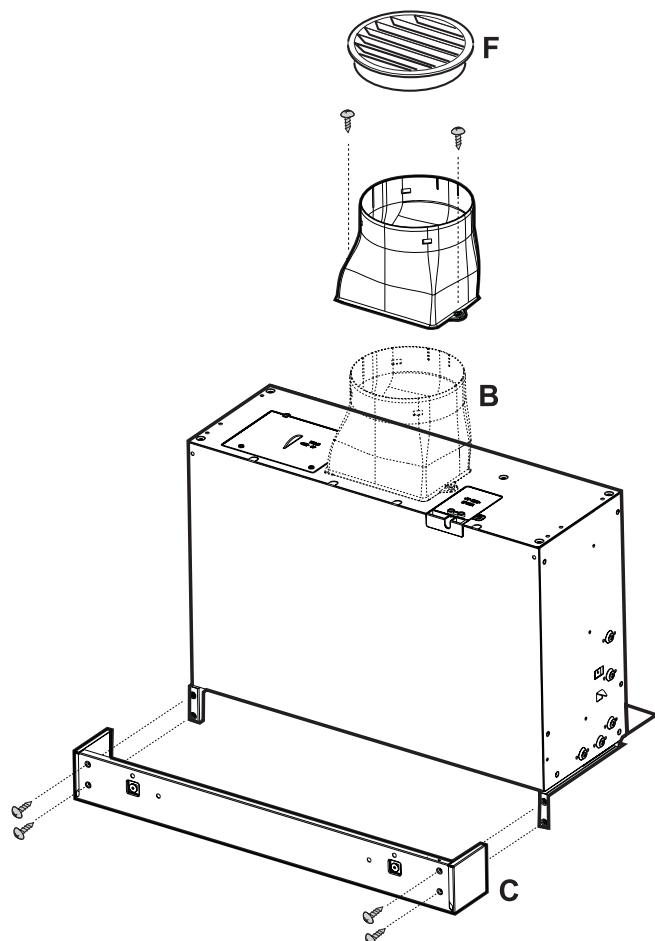

Fig. 2
In diesem Fall werden die Seitenabstandshalter außerhalb des Wandkastens und mit den Bohrungen zur Aufnahme der Befestigungsschrauben des Hängeschanks fluchtend montiert (Abb. 2-A).
1. Messen Sie die Tiefe des Hängeschanks (Tür berücksichtigen). Bis zu einer Tiefe von 315 mm wird die 37 mm-Verkleidung, darüber die 75 mm-Verkleidung montiert. Die Verkleidung **C** wird mit 4 Schrauben an den Bügeln des Wandkastens befestigt. (Abb. 2).
2. Befestigen Sie den Luftabzugsstutzen **B** auf dem Wandkasten. (Abb. 2).
bringen Sie am Stutzen das Umlenkblech **F** an (Abb. 2).
The spacers must be mounted on the outside of the hood body, lined up with the holes for fixing the screws to the wall cupboard (Fig. 2-A).
1. Measure the depth of the wall cupboard (including the door); up to a depth of 315 mm it is necessary to mount a casing of 37 mm, whereas over 315 mm a casing of 75 mm. Fix the casing **C** to the brackets on the body with 4 screws. (Fig. 2).
2. Connect the exhaust pipe **B** to the hood body. (Fig. 2).
fit deflector **F** on the exhaust pipe (Fig. 2).